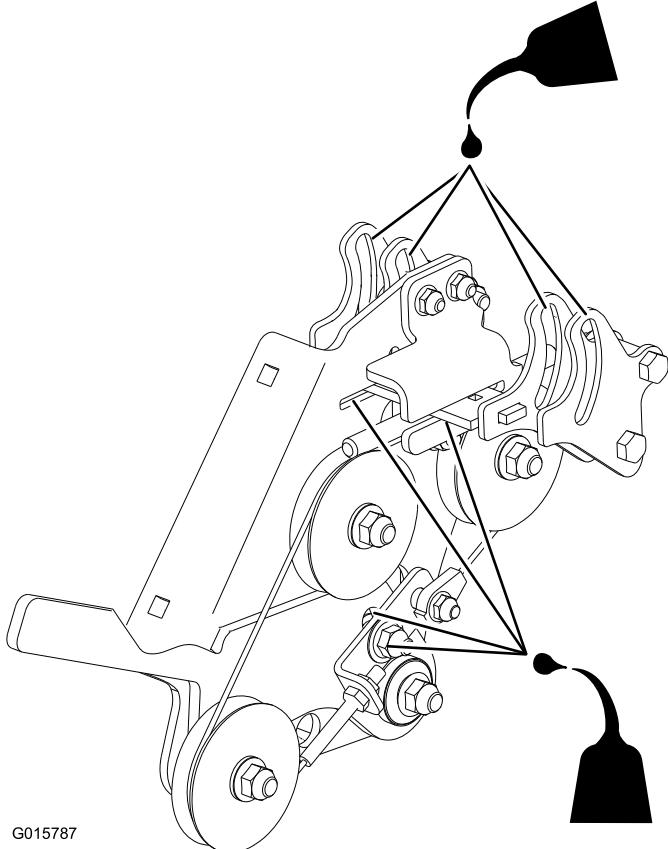

Figura 26
7. Lubrificate il comando della velocità con olio 3-IN-ONE® o con un olio equivalente. Vedere Figura 26 per conoscere i punti esatti.